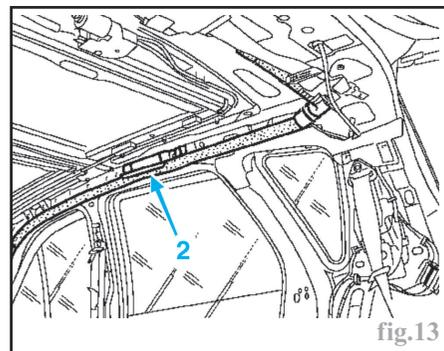

fig.13
- Déposer le déflecteur (2) fixé par des rivets (fig.13).